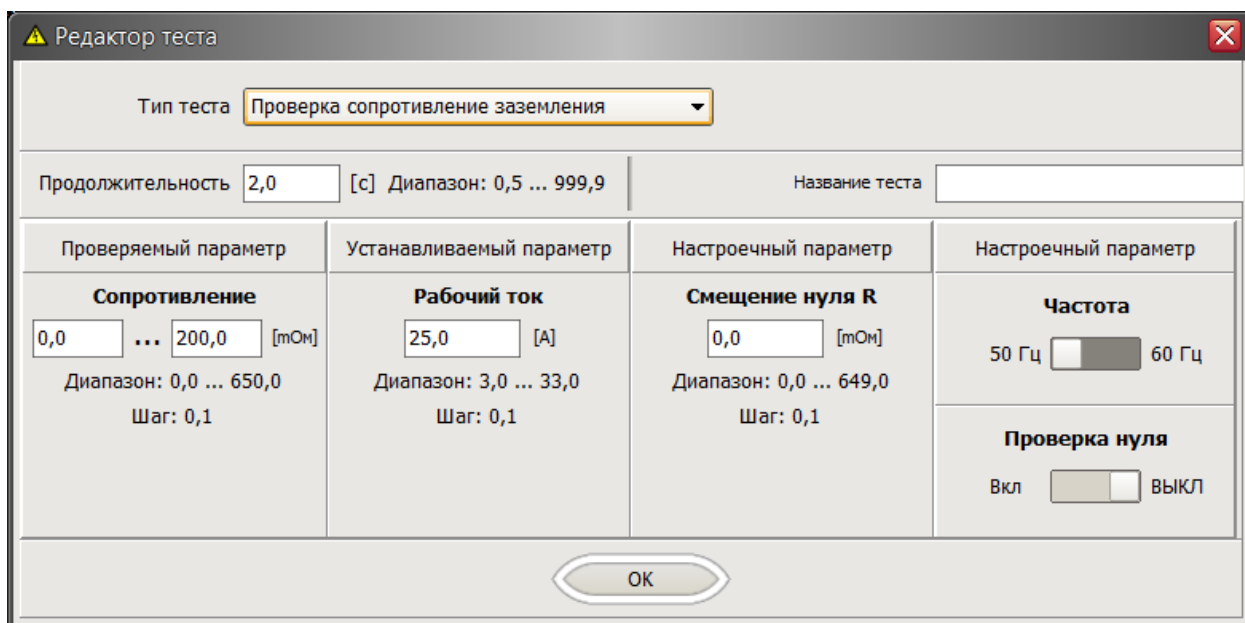

Рисунок 13 – Настройка параметров теста «Проверка сопротивления заземления»
14. Для теста «Проверка сопротивления заземления» (GB) задать следующие параметры (рисунок 13):